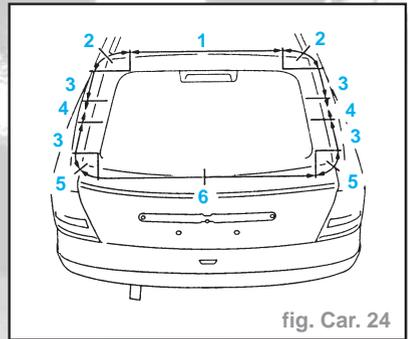

fig. Car. 24
- Types de couteaux (fig. Car. 24) :
- MKM-846-2 : pour la coupe dans la zone supérieure (1)